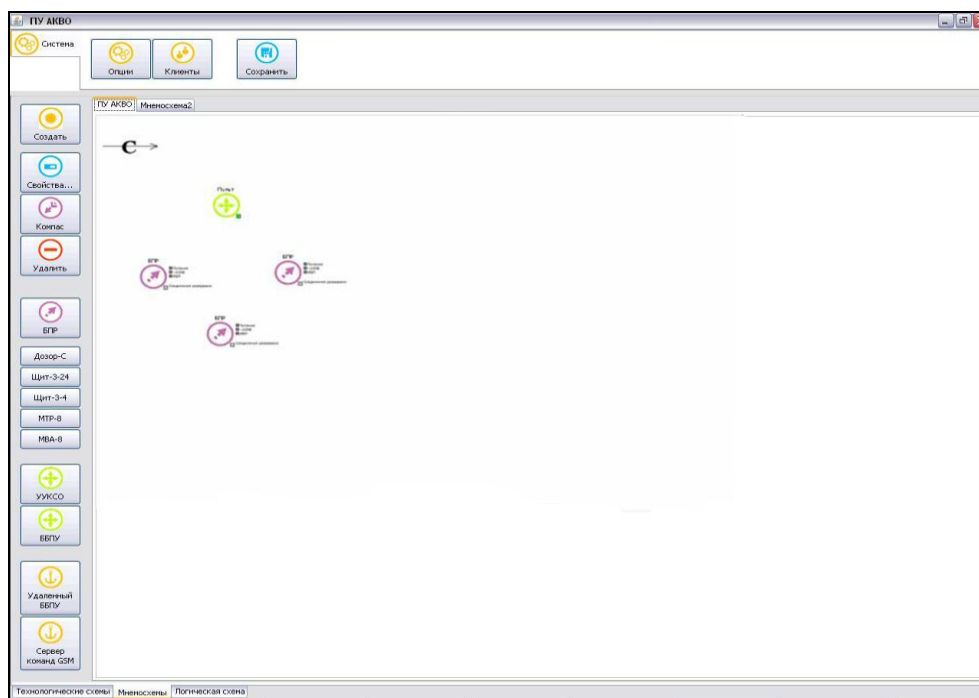

Рисунок 43 – Пример мнемосхемы с тремя нанесенными БПР
– аналогичным образом нужно нанести на мнемосхему другие БПР, если они есть, а также их параметры, см. рисунок 43;